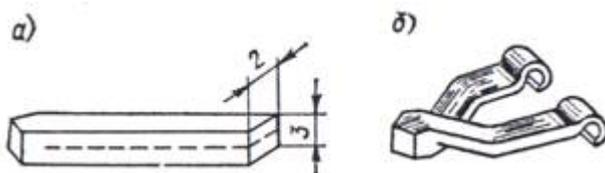

Рис. 7. Усовершенствованное жало к электропаяльнику «Момент».
1.10. Усовершенствование жала паяльника «Момент» позволяет увеличить срок службы жала (рис. 7). Заготовку вырезают из медного бруска с некоторым запасом по длине. Ножовкой с тонким полотном пропиливают заготовку по штриховой линии (рис. 7, а) и разводят концы (рис. 7, б). Жало такой формы долговечно и удобно в работе.